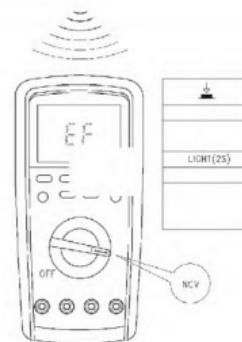

Figura 12
10. Detección de voltaje CA sin contacto(Figura 12)